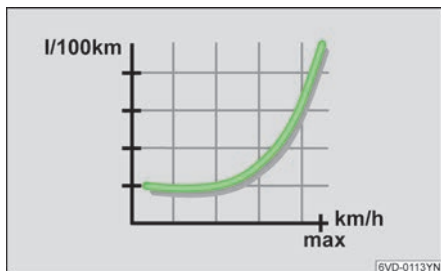

图 132
▶ 图 132 显示了油耗（升/100 公里）和速度（公里/小时）之间的概念关系。如果仅以 3/4 的最高车速行驶，油耗可降低一半左右。